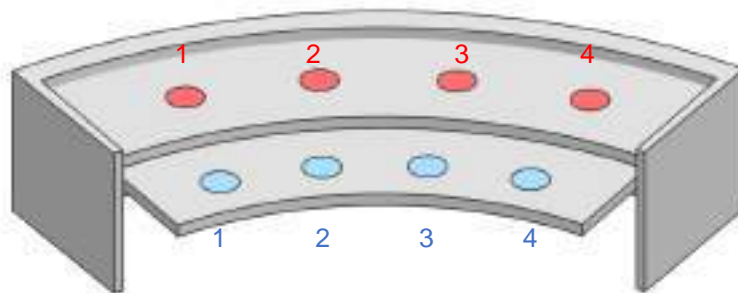

Ilustración 15 - Orden Estantería
- Si se pulsa el botón “Dejar Estantería Arriba” se deberá comprobar que cabe una pieza en dicha balda de la estantería. Si no hay hueco se reiniciará la señal. En el caso de que sí haya hueco se procederá a mover el robot SCARA 1- Gripper hasta la posición “SCARA 1 Pos X Estantería Arriba” en función del número de pieza que toque colocar, se acudirá a una posición u otra, pero siempre en la posición “Arriba” del eje Z. Por tanto, si la estantería está vacía, deberá ir primero a la posición 1; la segunda vez que se active, a la posición 2; la tercera, a la posición 3; y la cuarta, a la posición 4 (Ilustración 15).